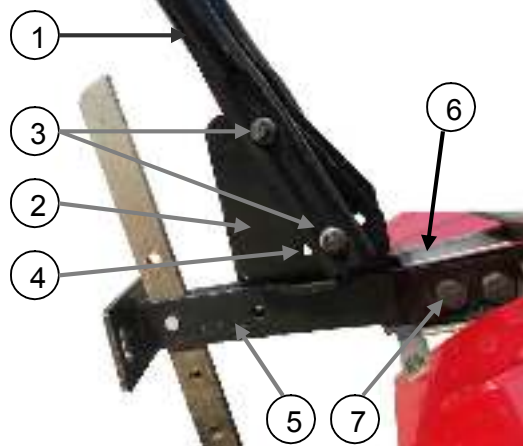

Рис. 4.
1. Установить кронштейн сошника (см. рис.4, поз.5) на выступ корпуса червячного редуктора (поз.6) таким образом, чтобы опорная пластина была сверху.
1. На кронштейне рукоятки управления (см. рис.4., поз.2) ключом на 13мм (в комплект поставки не входит) открутить гайки M8, снять четыре болта M8x35 с квадратным подголовником (рис.4 поз.3), гладкие шайбы и шайбы-гроверы.
2. Совместить верхние крепежные отверстия нижней части рукоятки управления (см. рис.4, поз.1), с верхними отверстиями кронштейна рукоятки управления. Изнутри кронштейна в квадратные отверстия вставить два болта с квадратными подголовниками (поз.3), установить гладкие шайбы и шайбы-гроверы. Закрутить гайки М8 от руки.
8. Установить рукоятку управления по высоте в положение, обеспечивающее максимальное удобство при работе. Для этого необходимо, ослабить верхние и открутить нижние гайки М8 (см. рис.4, поз.3) и вынуть нижние болты крепления рукоятки управления, использовать дополнительные установочные квадратные отверстия кронштейна (см. рис.4, поз.4). После этого, ключом закрутить все гайки М8 крепления нижней части рукоятки управления.